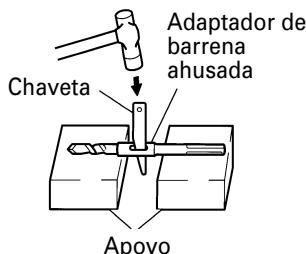

Fig. 11
- (2) Ponga en ON el interruptor de alimentación y perfore un agujero de base.
- (3) Después de eliminar el polvo con una jeringa, fije la clavija en la extremidad del anclaje e introduzca el anclaje con un martillo de mano.
- (4) Para sacar la broca con la barrena ahusada introduzca una chaveta en la ranura del adaptador de barrena ahusada, ponga apoyos debajo del martillo perforador y golpee la chaveta con un martillo de mano. (Fig. 11)